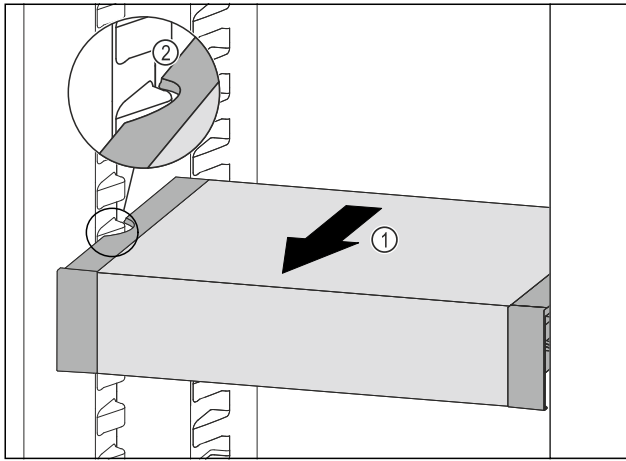

Fig. 40
- Tirare VarioSafe in avanti Fig. 40 (1) fino a quando le cavità laterali di VarioSafe non si trovano al livello della nervatura del contenitore nel vano frigorifero. Fig. 40 (2)